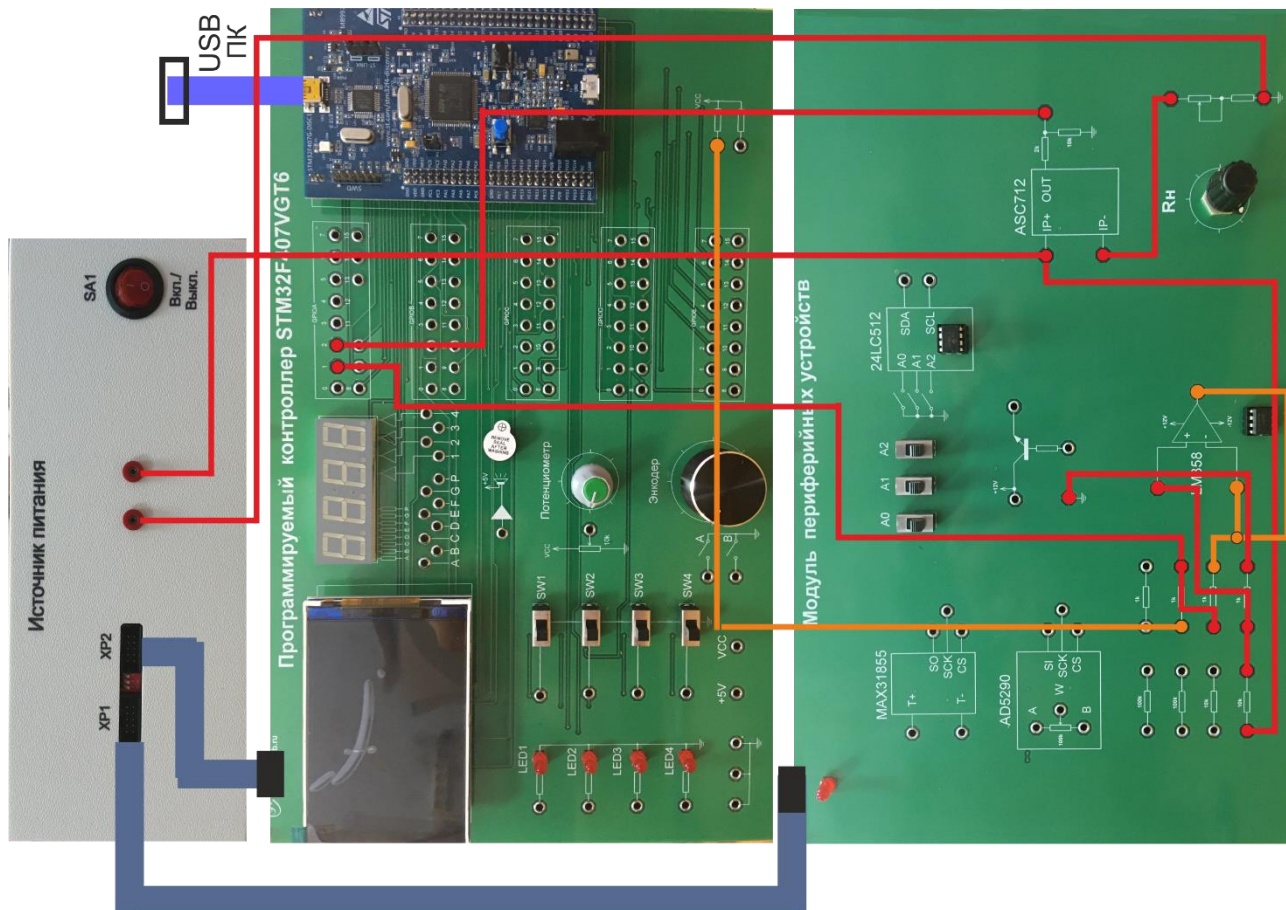

Рисунок 50. Схема соединений
5. Изучите схему, представленную на рис. 50. Подсоедините кабель mini-USB к контроллеру.